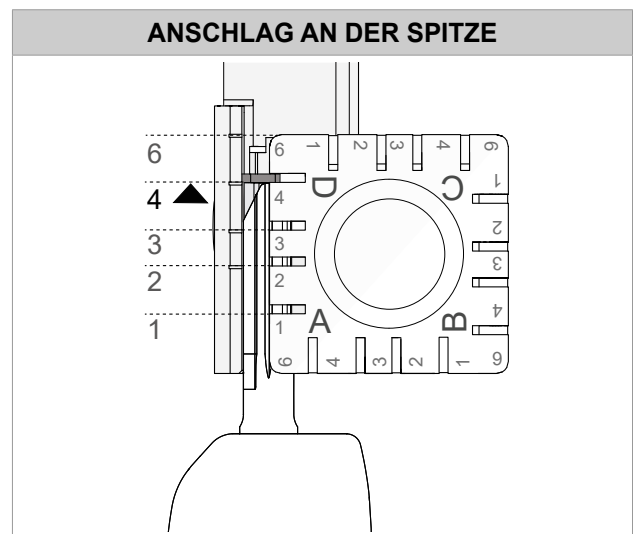
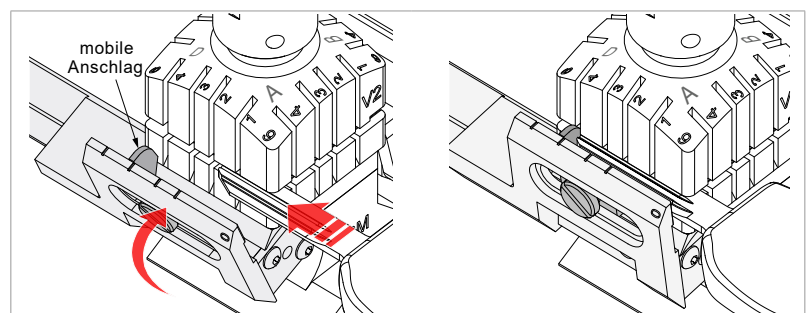

Bild 47
Bild 48 - mobile Anschlag
- Um Schlüssel mit Spitzenanschlag in den Spannbacken einzulegen, den mobilen Anschlag der Lehre verwenden (Bild 48), der in die entsprechenden Nuten einzulegen ist (Bild 47).